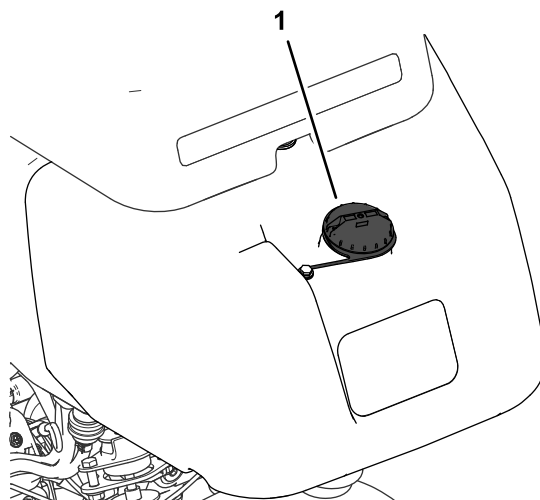

Figura 25
1. Nettoyez la surface autour du bouchon du réservoir de carburant et enlevez le bouchon (Figura 25).